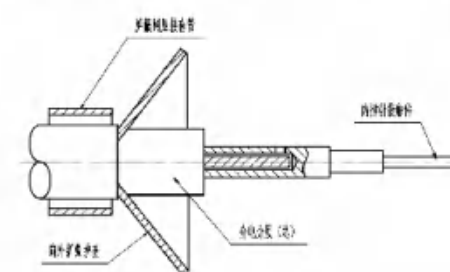
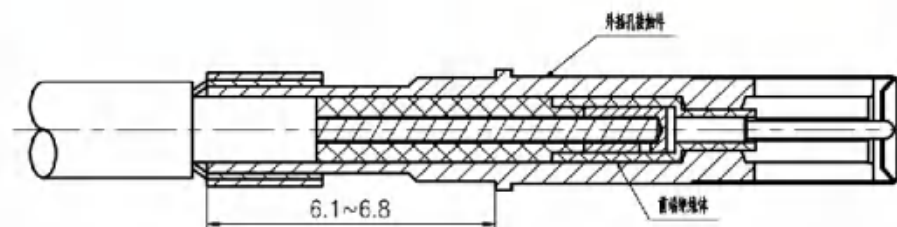

图 4.3-8
图 4.3-9
③按图 4.3-8 所示将电缆中心导体穿入插针接触件上。通过中心插孔接触件上的观察孔一定可以看到电缆中心导体。接触件一定要抵住后端绝缘体。使用压接钳 MH992 和定位器 M22520/2-34 进行压接。
④按图 4.3-9 所示, 将图 4.3-8 内部组件装入外插针接触件至电缆屏蔽网下, 直到内部插针接触件完全安装好。屏蔽网压接套乏向前, 保证 6.1 ~ 6.8mm 的尺寸。剪去屏蔽网压接套管的前端多余的屏蔽网。